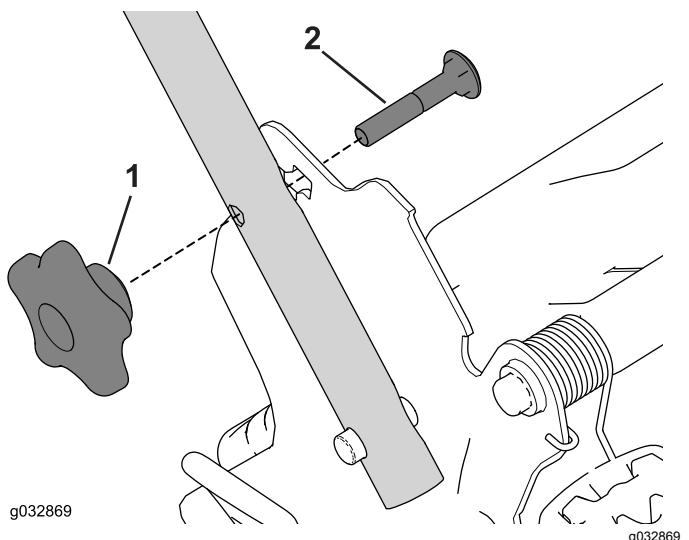

Figura 22
- Retire y guarde los 2 pomos del manillar y los 2 pernos de cuello cuadrado de los soportes del manillar (Figura 22).